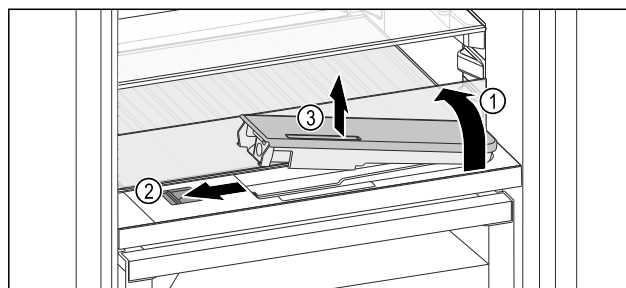

Fig. 116
- Soulever la tablette et la rabattre vers l'arrière jusqu'à la butée Fig. 116 (1).
- Pousser le curseur Fig. 116 (2) vers la gauche.
- Sortir le filtre à eau Fig. 116 (3).